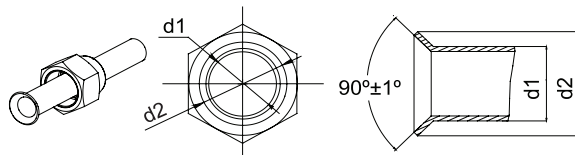

Fig. 11
- (1). Tagliare il tubo di collegamento con il tagliatubi ed eliminare le sbavature.
- (2). Mantenere il tubo rivolto verso il basso per evitare che i residui del taglio finiscano nel tubo.
- (3). Rimuovere i dadi svasati sulla valvola di arresto dell'unità esterna e all'interno del sacchetto degli accessori dell'unità interna, quindi inserirli nel tubo di collegamento, dopodiché svasare il tubo di collegamento con uno svasatore.
- (4). Verificare che la parte svasata sia uniforme e che non vi siano incrinature (vedere Fig. 11).